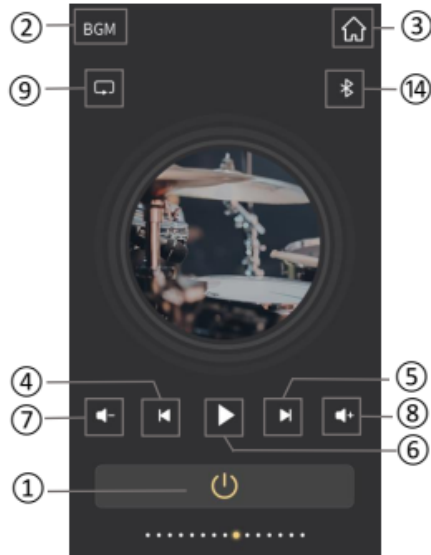

Fig.2.10.1
- ① **EIN-/AUS-Schalter:** Antippen des Symbols im eingeschalteten Zustand schaltet die Musiksteuerung aus und die anderen Symbole sind nicht bedienbar (Abb. 2.10.1).
- ② **Dieser Bereich zeigt die in der ETS definierte Seitenbeschreibung.**
- ③ **Das Home-Symbol führt Sie zurück zur Startseite.**
- ④ **Rückwärts zum vorherigen Titel**
- ⑤ **Vorwärts zum nächsten Titel**
- ⑥ **Play/Pause**
- ⑦+⑧ **Lautstärke +/-**
- ⑨ **Wiedergabemodus**
- ⑩ **Normale Wiedergabe**
- ⑪ **Wiederholung: Titelliste**
- ⑫ **Wiederholung: Einzeltitel**